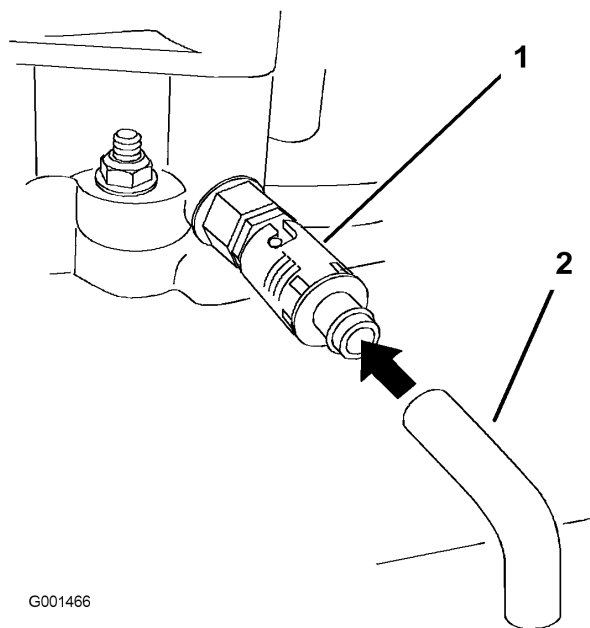

Figure 27
6. Placez un bac sous le flexible de vidange. Tournez le robinet de vidange d'huile pour permettre à l'huile de s'écouler (Figure 27).
- Enlevez le flexible de vidange (Figure 27).